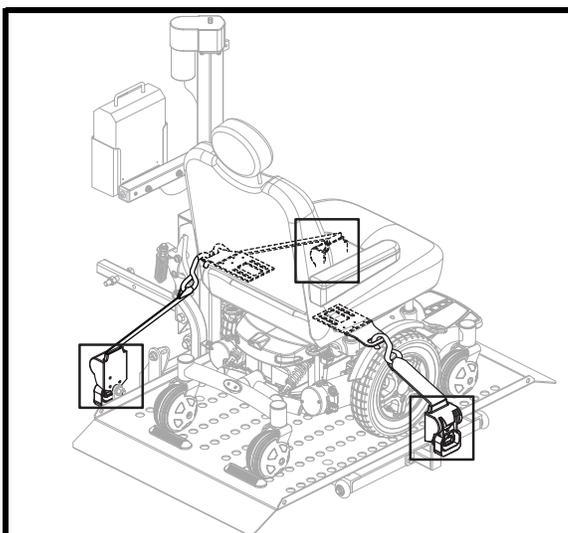

Figure 14. Fixation des courroies d'ancrage rétractable
- Tirez sur la courroie pour la dégager et fixez-la sur l'onglet d'ancrage. **Voir la figure 14.**